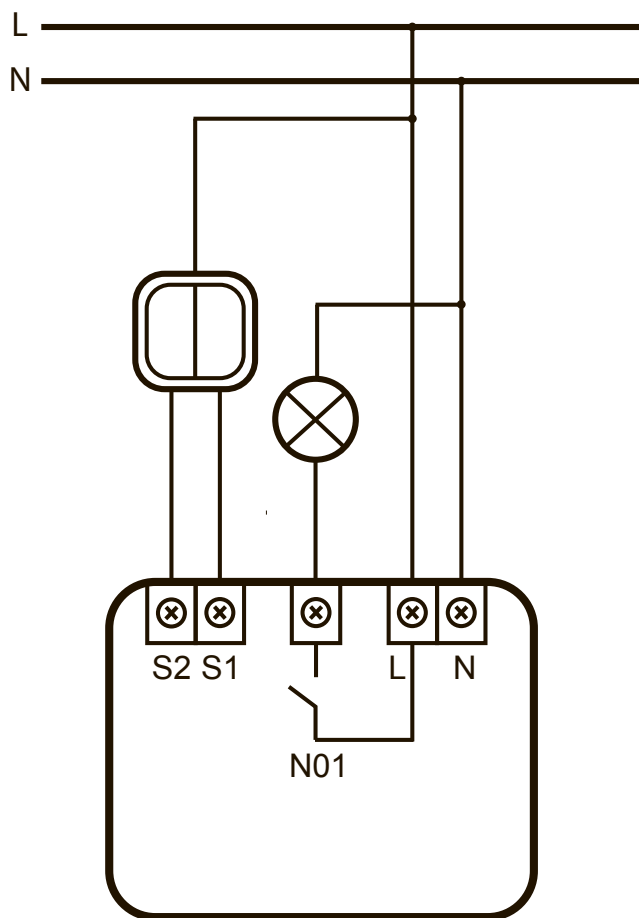

Рис. 1. Схема монтажа
2. Подключите к PAN03 выключатель, как показано на рис.1.